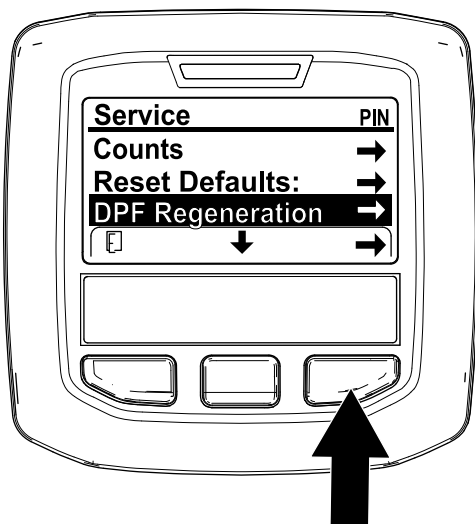

Bild 58
1. Navigieren Sie auf das Menü „Service“ und drücken Sie die mittlere Taste, um auf die Option DPF REGENERATION zu navigieren (Bild 58).
2. Drücken Sie die rechte Taste, um den Eintrag „DPF Regeneration“ auszuwählen (Bild 58).